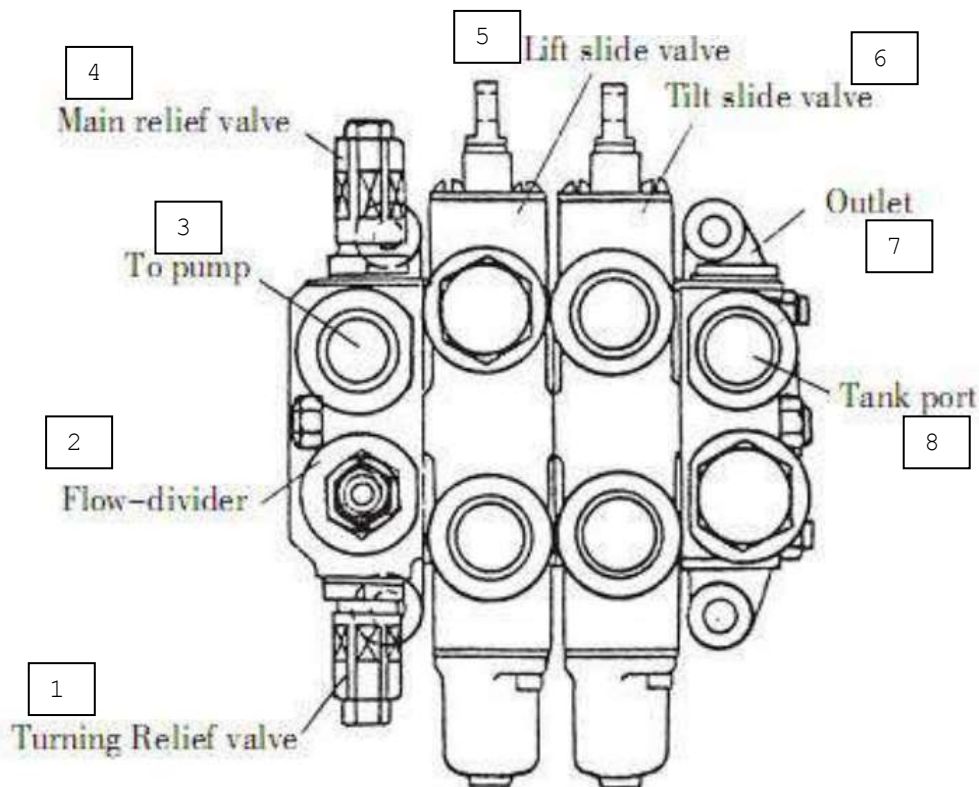

Рис. 7.1. Клапан управления:
7.3. Клапан управления (см. Рис. 7.1).